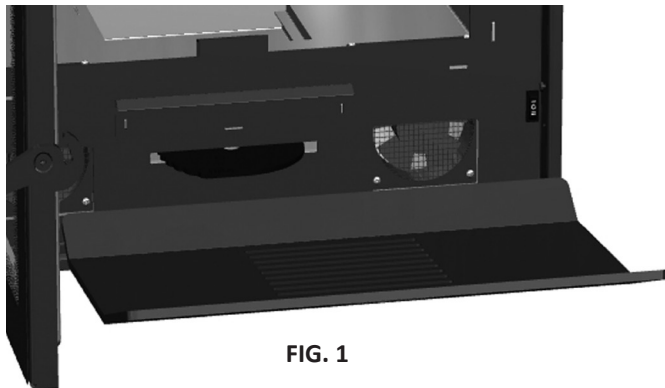

FIG. 1
1. Retirar del aparato el deflector, las sufrideras laterales y el fondo. Prestar atención a las piezas de vermiculita, pueden romperse. (Fig. 1)